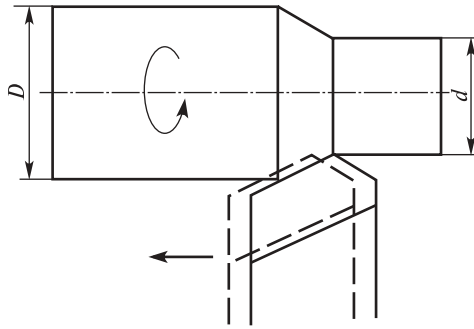

Рис. 1.7. Схема обработки детали
57. Что называется глубиной резания? Укажите глубину резания на рис. 1.7.
58. Что называется подачей? Обозначьте подачу на рис. 1.7.